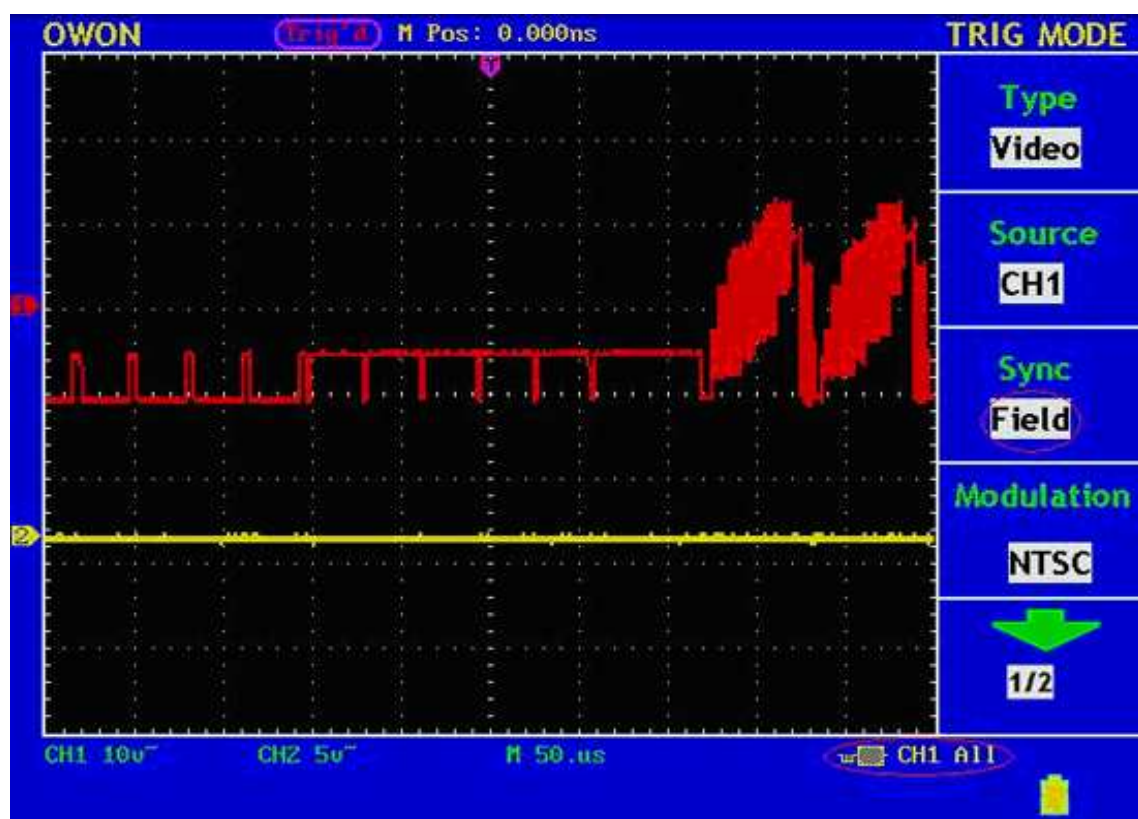

Fig. 63 ビデオフィールドのトリガから取り込まれた波形
5. VOLTS/DIV、VERTICAL POSITION、SEC/DIV を調節すると、画面上に正しい波形を表示します。(Fig.63 参照)